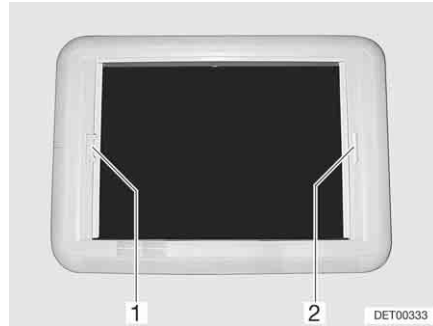

Bild 68 Heki-taklucka, rullgardinslås
- Mörklägningsrullgardinen dras med handtaget (Bild 68,2) till insektsnätets (Bild 68,1) handtag på den motsatta sidan, där det hakas i.
- Tag med den andra handen tag i insektsnätets handtag och tryck låslisten (Bild 68,1) mot handtaget. Spärren lossas.
- Drag, med handtaget (Bild 68,1), insektsnätet till mörklägningsrullgardinens handtag (Bild 68,2) på den motsatta sidan, där det hakas i.
- Håll fast insektsnätets (Bild 68,1) handtag och tryck låslisten mot handtaget. Spärren lossas.